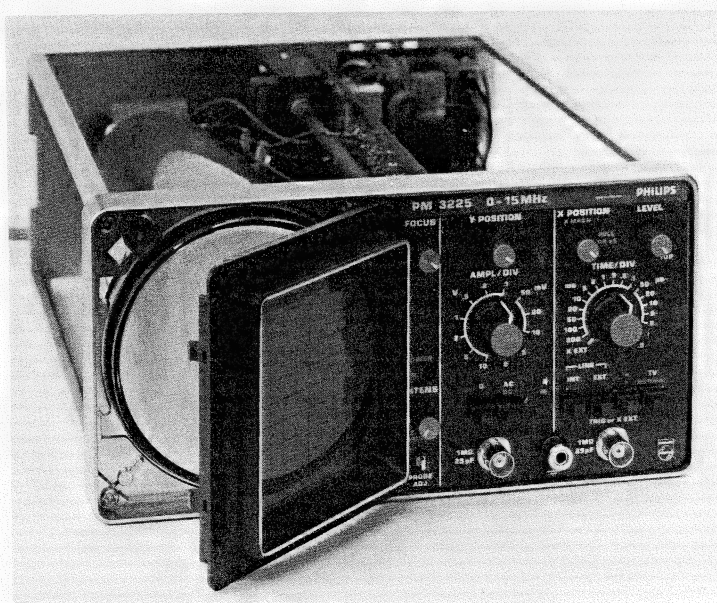

Abb. 2.5. Abnahme des Bildröhrenrahmens und des Messrasters
- durch leichtes Drücken der linken Seite lässt sich der Rahmen herausschwenken (siehe Abb. 2.5).